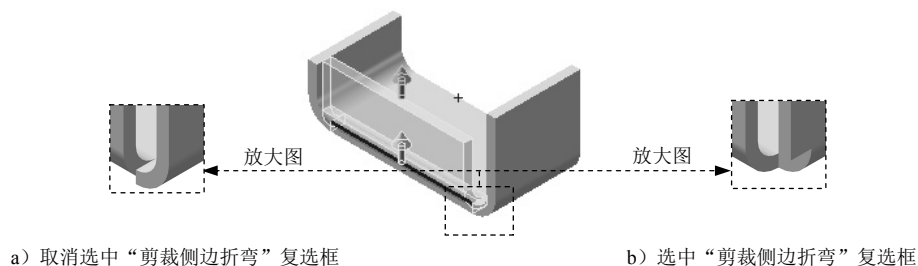

图 10.2.24 设置是否“剪裁侧边折弯”
- ☑ ☒ 剪裁侧边折弯(I) 复选框: 是否移除邻近折弯的多余材料, 如图 10.2.24 所示。
- ☑ ☒ 等距(E) 复选框: 选择等距法兰。